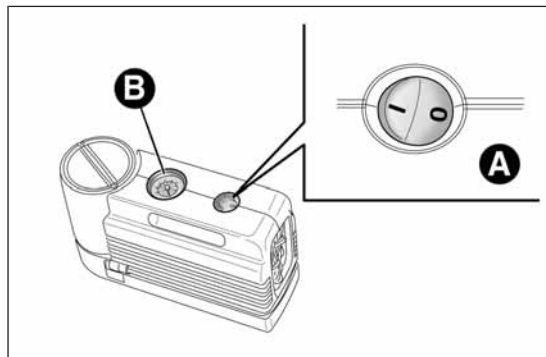
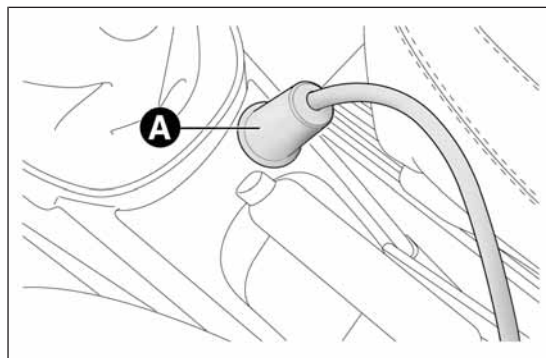

fig. 130
fig. 131
- ☐ asegurarse de que el interruptor A fig. 130 del compresor esté en posición 0 (apagado), poner en marcha el motor, introducir la clavija A fig. 131 en la toma de corriente ubicada en el túnel central y situar el interruptor A fig. 130 en la posición I (encendido) para encender el compresor;
- ☐ inflar el neumático a la presión indicada en el apartado "Ruedas" del capítulo "Datos técnicos". Para obtener una lectura más precisa, comprobar el valor de la presión en el manómetro B fig. 130 con el compresor apagado;